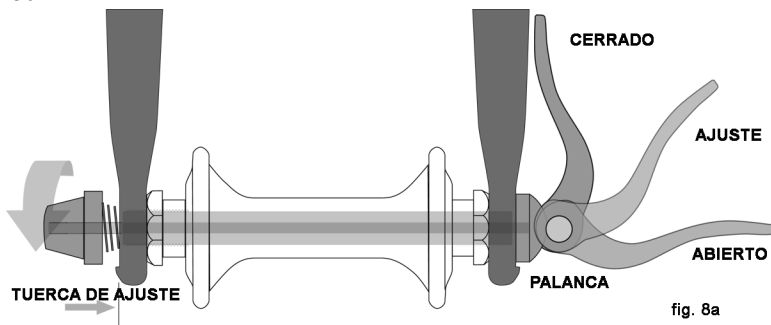
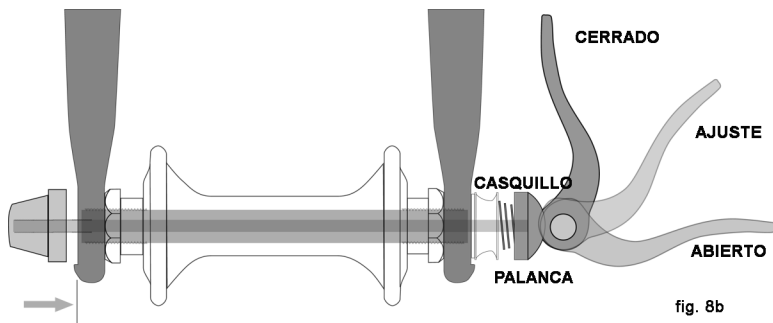
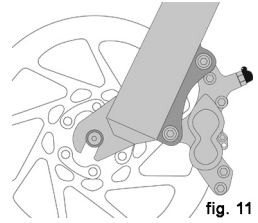
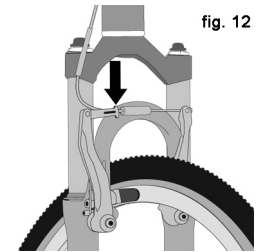

fig. 8a
fig. 8b
fig. 11
fig. 12
- Eje hueco con otro eje dentro en cuyos extremos van una tuca una leva con sistema de apertura y cierre excéntrico. Funciona tal y como aparece en las Fig 8a y 8b.
Actualmente hay dos tipos de mecanismos de retención por palanca: el cierre rápido tradicional (fig. 8a) y el sistema de cierre con tapón (fig. 8b). Ambos sistemas utilizan la acción de una palanca para situar la rueda en su sitio. Tu bicicleta probablemente tiene un cierre con tapón en la rueda delantera y un cierre rápido tradicional en la trasera.
a. Ajustando el mecanismo del cierre rápido (fig. 8a)
b. Ajuste del cierre con tapón, (Fig 8b).
(1) Si tu bici lleva frenos de zapata lo primero que hay que hacer es liberar el cable para que el neumático quepa entre las levas. Ver las Fig 11 a 15 de la sección 4.C
(2) Si el sistema de cierre es con palanca excéntrica, mueve la palanca de la posición de CERRADO a la posición de ABIERTO (Fig 8a y 8b). Si es con tuerca, ya sea del sistema de eje hueco o eje con rosca, hay que usar la herramienta adecuada y darle varias vueltas.
(3) Si la horquilla lleva un sistema de retención secundario de quita y pon, desmóntalo y sigue con el paso (4). Si tu horquilla dispone de un sistema de retención secundario integrado, y un sistema de palanca tradicional (fig. 8a) afloja la tuerca de ajuste lo suficiente para permitir liberar la rueda de las punteras. Si tu rueda delantera utiliza un sistema de palanca y tapón, (fig. 8b) acciona ambos a la vez mientras quitas la rueda. No es necesaria la rotación de ninguna parte con este sistema.
(4) Suele hacer falta dar un golpecito al neumático en sentido de la boca de las punteras para lograr la liberación.
(1) Si tu bicicleta dispone de un sistema de retención por palanca, muévela hacia fuera de la rueda (fig. 8b). Esta es la posición de ABIERTO. Si el sistema que utiliza tu bici es el de tuerca contratuerca, continua al siguiente paso.
(3) Si tienes un mecanismo de palanca tradicional: sujetando la palanca en posición de AJUSTE con tu mano derecha, aprieta la tuerca de ajuste con tu mano izquierda hasta que lo notes suficientemente apretado contra la puntera de la horquilla (fig. 8ª). Si el sistema es de tapa y palanca: la tuerca y la tapa (fig. 8b) se habrán situado en las punteras de la horquilla y no se requerirá ajuste.
(4) Mientras empujas la rueda hacia las ranuras de las punteras de la horquilla, y a la vez que centras la rueda en la horquilla:
(2) En bicis con freno de zapata, liberar el cable o abrir el puente tal como se hace con la rueda delantera, Sección 4.C Fig 11 a 15.
(3) En bicis con cambio trasero, tira del cambio hacia atrás con tu mano derecha.
(4) Con un cierre de palanca, mueve la palanca del cierre rápido a la posición de ABIERTO (fig. 8b). Con un mecanismo de tuerca contratuerca, afloja las tuercas con la llave apropiada; luego empuja la rueda hacia delante todo lo posible para quitar la cadena del piñón trasero.
(5) Levanta la rueda trasera del suelo unos pocos centímetros y sácala de las punteras.
Muchas bicicletas de montaña están equipadas con un cierre rápido para la tija del sillín. Este cierre trabaja de manera similar a los cierres rápidos de las ruedas (Sección 4.A.2). Mientras que un cierre rápido de rueda es como un tornillo largo con una palanca en uno de sus extremos y una tuerca en el otro, el cierre de sillín utiliza la acción de una leva para fijar la tija del sillín (ver fig. 8a).
- 3. Algunos frenos de bicicleta, como los frenos de disco (fig. 11) y los frenos de tiro lineal (fig. 12), son extremadamente potentes. Toma el debido tiempo en familiarizarte con estos frenos y practica un particular cuidado usándolos.**
La mayoría de los frenos tienen algún mecanismo de liberación rápida que permite que las zapatas se separen de la rueda para poder quitarla y ponerla. Cuando el cierre rápido del freno está en posición de abierto, los frenos quedan inutilizados. Pide a tu distribuidor que te explique cómo funcionan los cierres rápidos de los frenos en tu bici (ver Fig. 12, 13, 14 & 15) y revisa que ambos frenos funcionan correctamente cada vez que subes a la bici